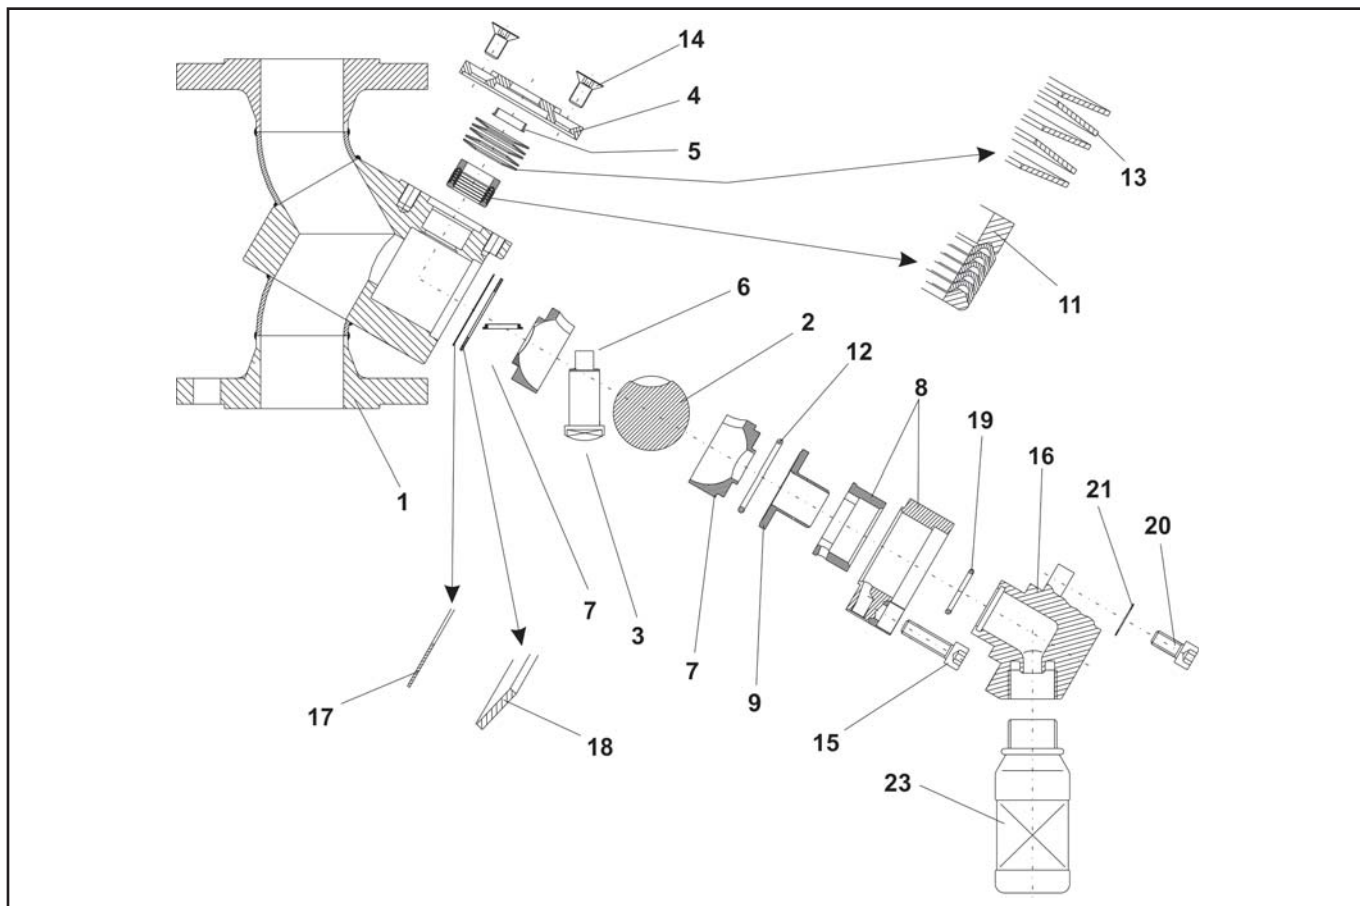

Рис. 3 - Сборочный чертёж пробоотборника BR 27g
Уплотнительную шайбу (17) и дисковые пружины (18) укладывают внутрь корпуса. Положение дисковых пружин показано на сборочном чертеже (рис. 3).
Расположение V-образной набивки и дисковых пружин показано на сборочном чертеже (рис. 3).